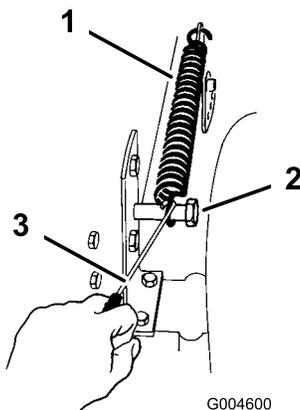

Figure 36
9. Décrochez le boulon de fixation du ressort compensateur de hauteur de coupe (Figure 36) à l'aide du crochet fourni avec le tracteur.
19. Accrochez le ressort compensateur de hauteur de coupe au boulon de fixation (Figure 36) à l'aide du crochet fourni avec le tracteur.